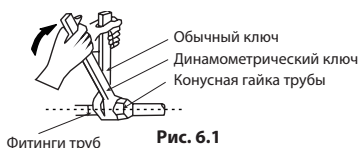

Рис. 6.1
- При монтаже или демонтаже трубопровода используйте два ключа — обычный ключ и динамометрический ключ. См. рисунок 6.1.